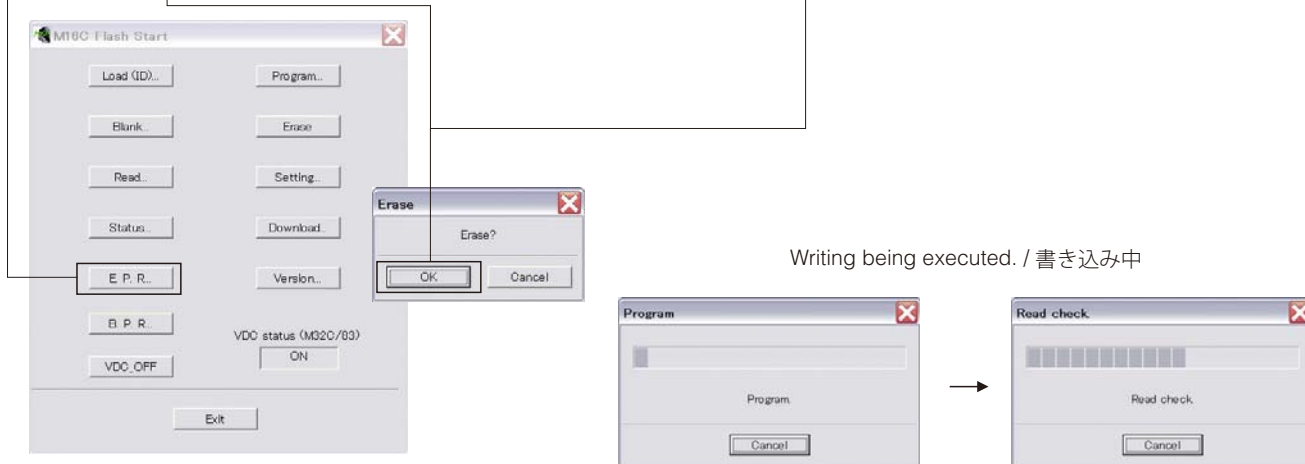

Fig. 5
6. Click [E.P.R.], then the "Erase" screen appears. (Fig. 5)
す。(Fig. 5)
7. Click [OK] to start writing. (Fig. 5)
7. [OK]をクリックして書き込みを開始します。(Fig. 5)